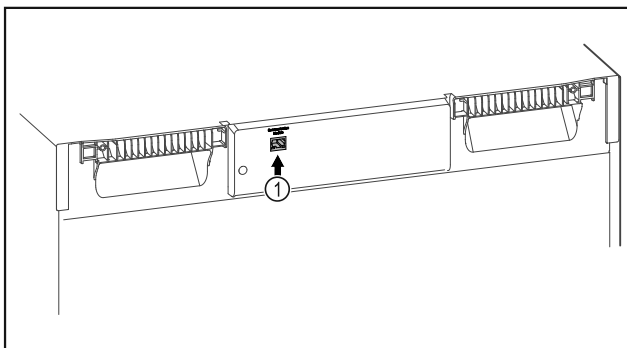

Fig. 107
- SmartModule Fig. 107 (1) on otettu käyttöön.